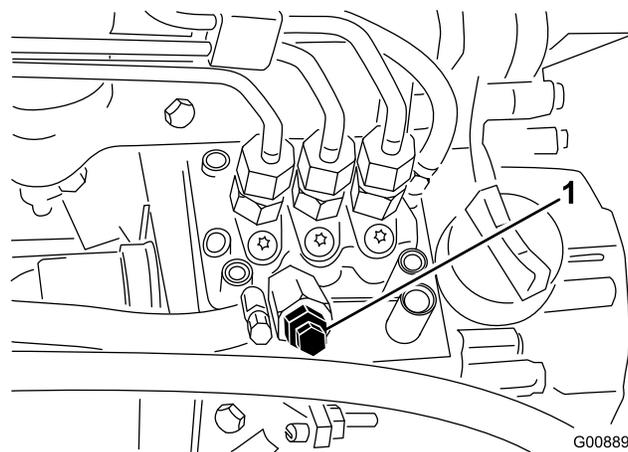

Figura 23
3. Aprite la vite di spurgo dell'aria, situata sulla pompa di iniezione del carburante (Figura 23).